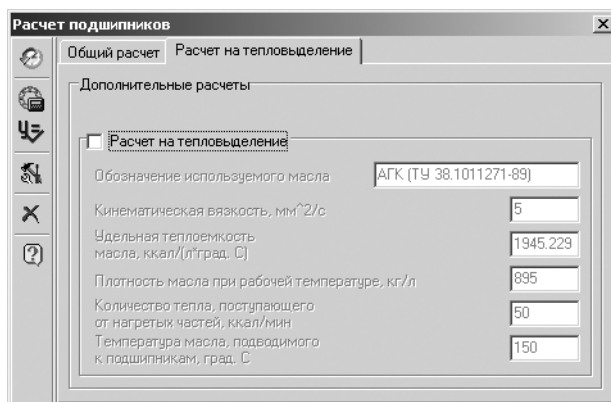

Рис. 3.77. Главное окно системы **Расчет подшипников** с открытой вкладкой **Расчет на тепловыделение**
- щелкните в главном окне системы **Расчет подшипников** по вкладке **Расчет на тепловыделение**. Появится соответствующая вкладка (рис. 3.77);
- введите характеристики масла и условий работы подшипника, например те, которые представлены на рис. 3.77;